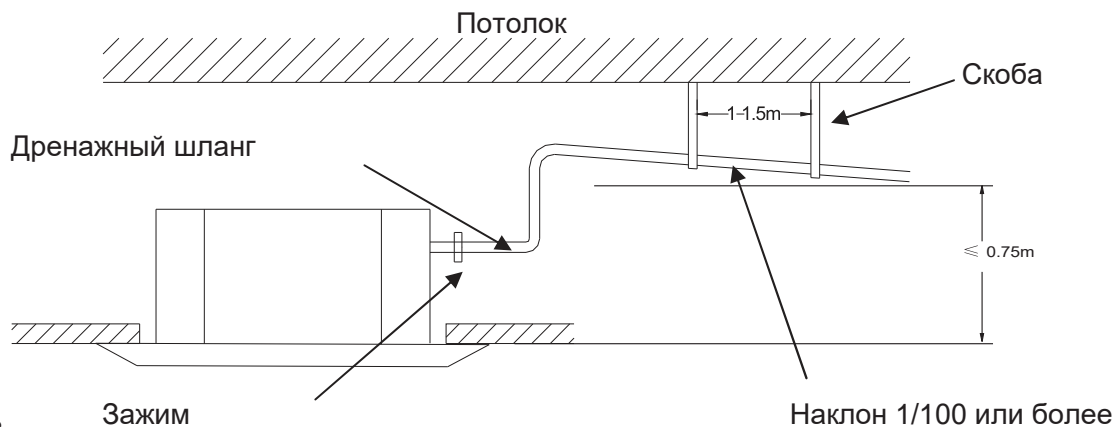

Рис. 13
1. Не поднимать дренажную трубку выше 0.75 м, поскольку это может привести к утечке воды (рис. 13).
2. Убедиться в том, что дренажная трубка установлена с уклоном вниз (не менее 1/100), а также в отсутствии мест, где может скапливаться вода (рис. 13).
Для поддержки дренажной трубки расположить крепёжные скобы на расстоянии 1 – 1,5 м. (Рис. 13)